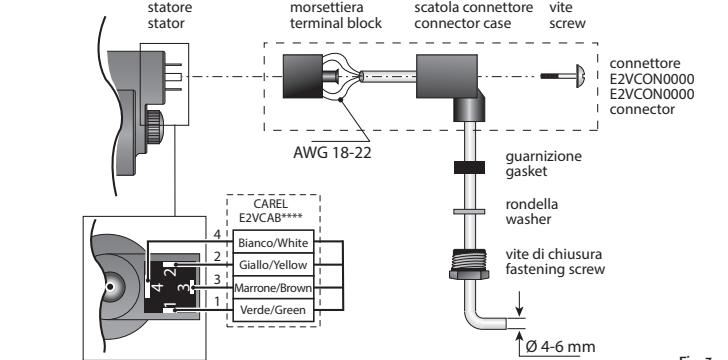

Fig. 3
Collegare un connettore costampato IP67 (E2VCAB****) la cui mappatura è 1 Verde, 2 Giallo, 3 Marrone, 4 Bianco. Alternativamente collegare un cavo quadrifilare al connettore a cablare IP65 (E2VCON0000) secondo lo schema in Fig. 3: il connettore è di tipo standard DIN 43650. Per cablare il connettore E2VCON0000 si consiglia l'utilizzo di cavi AWG18-22 con un diametro esterno da 4 a 6 mm per consentire un'adeguata presa della guarnizione esterna. Successivamente collegare le quattro fasi motore al vostro dispositivo driver in modo che la fase n°1 della E⁵V, E⁶V, E⁷V corrisponda al morsetto n°1 del driver e così via. Attenzione: la fase n°4 è indicata sullo statore valvola con il simbolo di terra. Sono disponibili cavi schermati opzionali (E2VCAB5****) per applicazioni in accordo alla direttiva 2004/108/EC e successive modifiche.
7. Connect the pre-wired connector to the socket on the stepper motor and tighten the screw, applying a force of around 0.5 Nm, following the instructions shown in Fig. 3. Then connect the four-pin end of the cable to the corresponding terminals on the CAREL EVD*** driver or other approved CAREL controller, and set the parameters according to the values shown in the table below.
Connect an IP67 co-moulded connector (E2VCAB****) with mapping 1 Green, 2 Yellow, 3 Brown, 4 White. Alternatively, connect a four-wire cable to the IP65 connector (E2VCON0000) as shown in the diagram in Fig. 3: this is a standard DIN 43650 connector.
- Raccorder le connecteur déjà câblé au moteur pas à pas dans le logement correspondant et serrer la vis avec un couple de 0,5Nm en suivant les indications de la Fig. 3. Connecter ensuite l'extrémité quadri-polaire du câble aux bornes correspondantes du Driver CAREL EVD*** ou du régulateur homologué CAREL et configurer les paramètres selon la valeur reprise au tableau ci-dessous.
Connecter un connecteur moulé IP67 (E2VCAB****) dont la topographie est 1 Vert, 2 Jaune, 3 Marron, 4 Blanc. Con-necter alternativement un fil quadri-polaire au connecteur à câbler IP65 (E2VCON0000) selon le schéma à la Fig.3: le connecteur est de type standard DIN 43650. Pour câbler le connecteur E2VCON0000 on conseille d'utiliser des fils **AWG18-22 d'un diamètre externe de 4 à 6 mm** pour permettre une prise adaptée de la garniture externe. Successive-ment brancher les quatre phases moteur à votre dispositif: driver de façon que la phase n°1 de la E6V, E7V corresponde à la borne n°1 du driver et ainsi de suite. **Attention: la phase n°4 est indiquée sur le stator du détendeur avec le symbole de la terre.** Des câbles blindés sont disponibles en option (E2VCAB5***) pour des applications conformément à la directive 2004/108/EC et modifications successives.
- Den vorverdrahteten Steckverbinder in den Schrittmotor einfügen und die Schraube nach den Anleitungen der Fig. 3 mit rund 0,5 Nm Drehmoment festschrauben. Das Vierleiterkabelende an die entsprechenden Klemmen des CAREL-Treibers EVD*** oder an eine andere zugelassene CAREL-Steuerung anschließen und die Parameter gemäß Parameter-Set der nachstehenden Tabelle einstellen